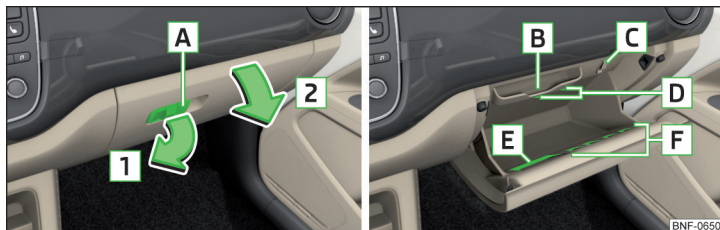

Fig. 68 Åbning af handskerum / Indvendigt i handskerummet
Handskerum » Fig. 68
- Hvis der på åbningsgrebet **A** » Fig. 68 er en krog, der kan klappes ned » Fig. 69 på side 59, skal bagage, der hænger på krogen, tages af.